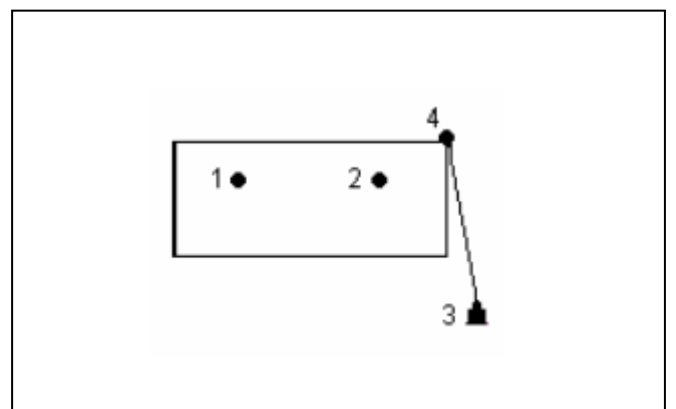

Рисунок 7: Задание вертикальной плоскости и измерение до угла
В результате этого эффекта наиболее точным способом будет косвенное измерение, объединяющее измерение углов и расстояний. В специальной программе последовательно производятся два измерения на одну из стен (1 и 2), которые задают вертикальную плоскость. Затем оператору потребуется только навести зрительную трубу точно на угол (4) и прибор автоматически вычислит его точные координаты, без влияния ошибок переотражения. См. Рисунок 7.